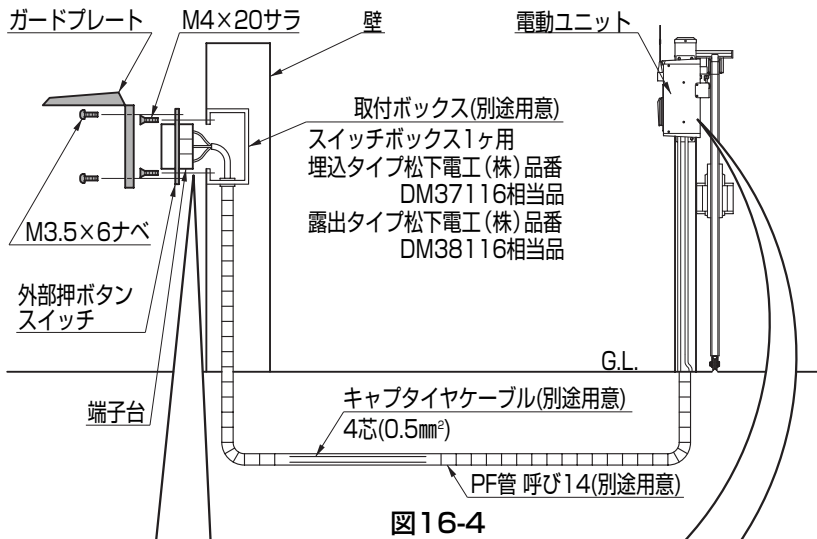

図16-4
- 外部押しボタンスイッチ用配線（図16-4参照）がカバーにおさまらない場合は、ケーブルクリップ（別途用意）などを使用してケーブルをガイド柱へ固定してください。